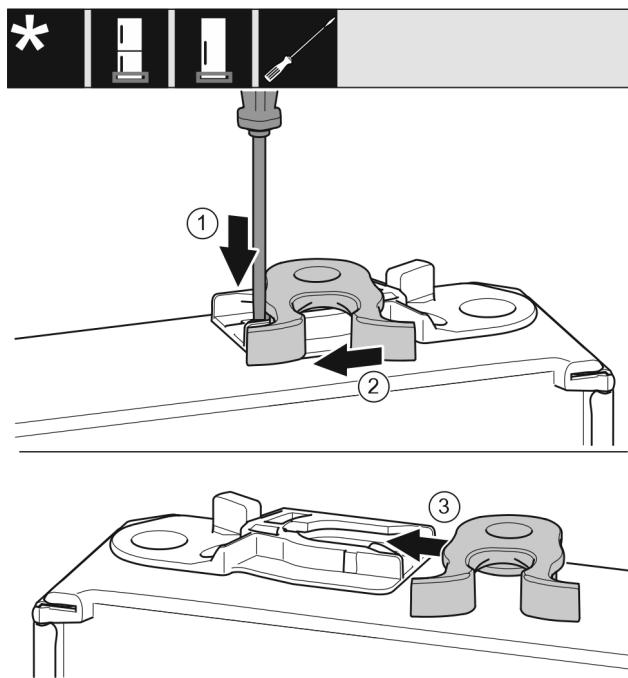

Fig. 20
- ▶ За допомогою шліцьової викрутки притисніть накладку Fig. 20 (1) униз.
- ▶ Витягніть із напрямної запірний гачок Fig. 20 (2).
- ▶ Вставте запірний гачок Fig. 20 (3) у напрямну з іншого боку.